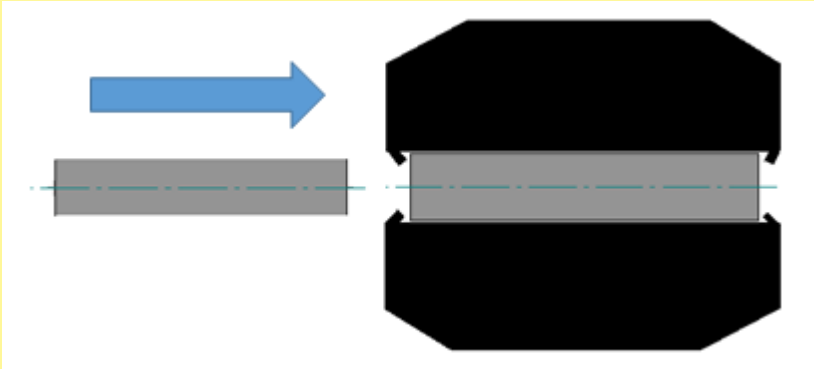

Bild 13: Steg 1
- Lås upp snäppfästena på fjäderpaketets ena sida. Tryck med en skruv eller en bult (diameter 8 mm) – på det sätt som visas på Bild 13 – åt sidan i hålet i fjäderpaketet tills de båda bultarna berör varandra. Därmed trycks snäppfästena på ena sidan in.